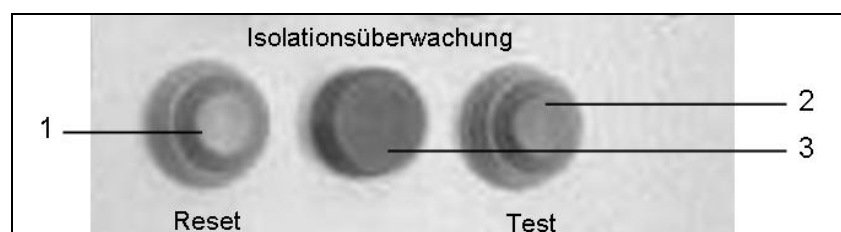

Abb. 5-1: Isolationsüberwachung
3. Drücken Sie den Testknopf (siehe Abb. 5-1-(2)).
- ✓ Die Signalleuchte (siehe Abb. 5-1-(3)) und die Position des Leitungsschutzschalters zeigen das Ergebnis an:
- ✓ Die Signalleuchte (*siehe Abb. 5-1-(3)*) und die Position des Leitungsschutzschalters zeigen das Ergebnis an: